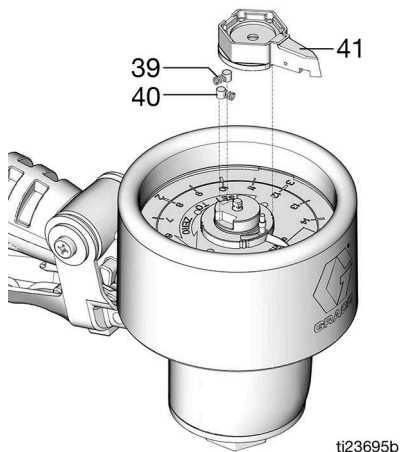

FIG. 24
5. Instale el puntero de la aguja (41), los muelles (39) y las clavijas (40) (FIG. 24).